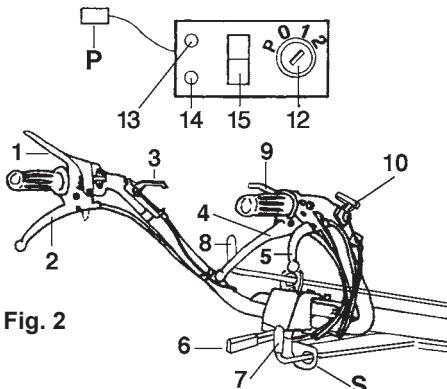

Fig. 2
MANDOS (Fig. 2)
Para seleccionar las velocidades usar la palanca 8 (Fig. 2).
La T. de F. independiente se acciona con la palanca 7 (Fig. 2).
(Fig. 2)
3) Quitar las manceras 7 (Fig. 2) de las sedes de soporte S.
4) Jalar la palanca 10 (Fig. 2) y hacer girar el soporte en sentido contrario (hacia la izquierda), como se indica en la Fig. 7/B.
- Llevar la varilla de mando de las marchas (8) a la posición de punto muerto y desinserir la T. de F. (7) (Fig. 2).
- Soltar la palanca del MOTORSTOP (1). En este punto el motor está apagado. Completar las operaciones de acuerdo a cuanto explicado en el manual de Uso y Mantenimiento del Motor anexo.
DETENCION MOMENTANEA DEL MOTOCULTOR (Fig. 2)
FRENADO MOTOCULTOR (Fig. 2)